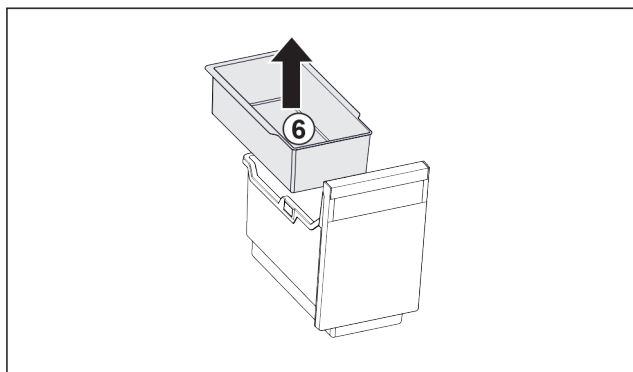

Fig. 100
- Vyjměte závěsnou misku Fig. 100 (6).